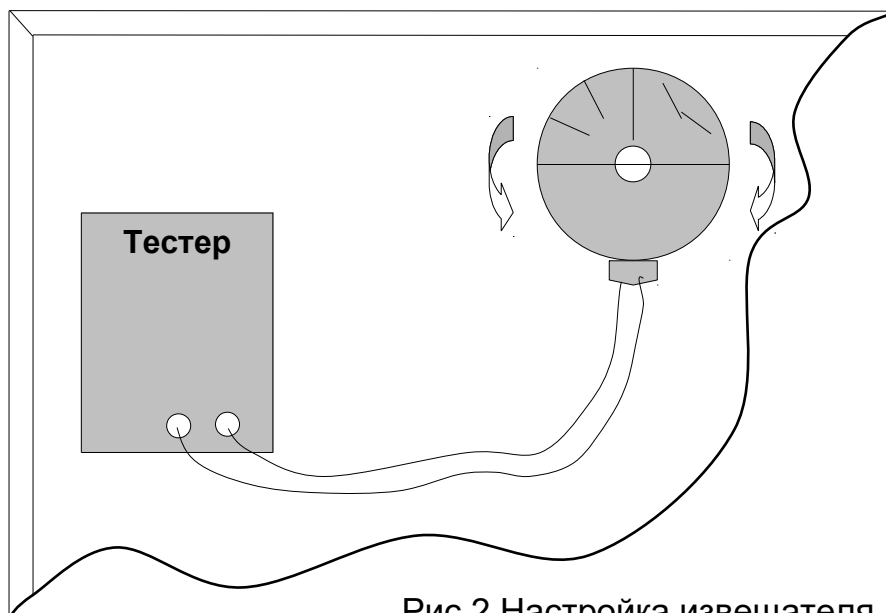

Рис.2 Настройка извещателя
- 4.4.1. Подключите тестер к контактам K1, K2 (рисунок 2).